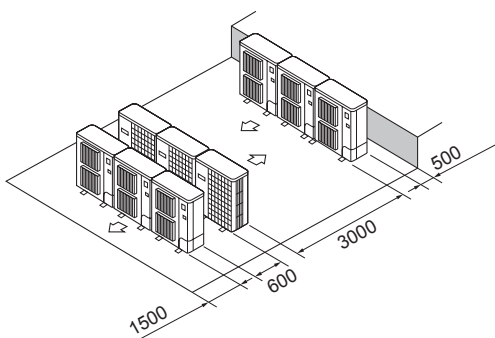

Fig. 2-17
- ⑥ Disposição de várias unidades em paralelo (Fig. 2-17)